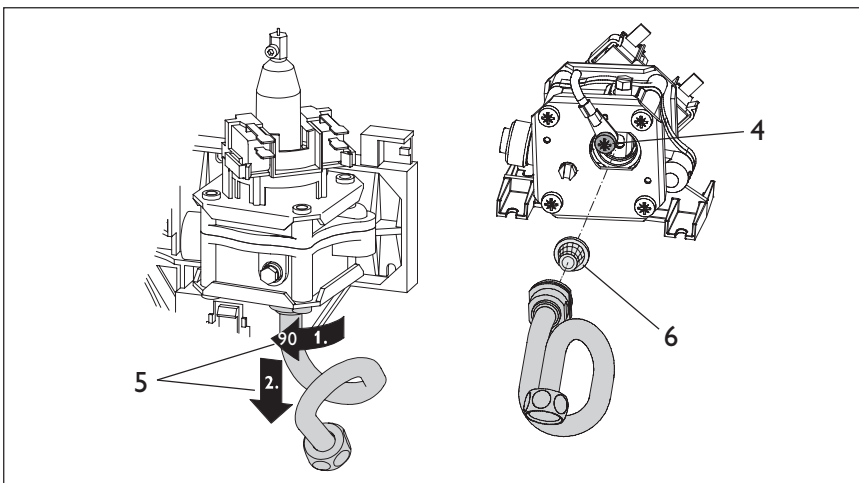

Рис. 20
- **Очистка фильтра** (рис. 20). Ослабить винт фиксации провода заземления (поз. 4, приблизительно 2 поворота). Трубу подключения холодной воды в дифференциальном реле давления (поз. 5) повернуть на 90° и снять. Очистить фильтр (поз. 6). Сборка в обратном порядке.